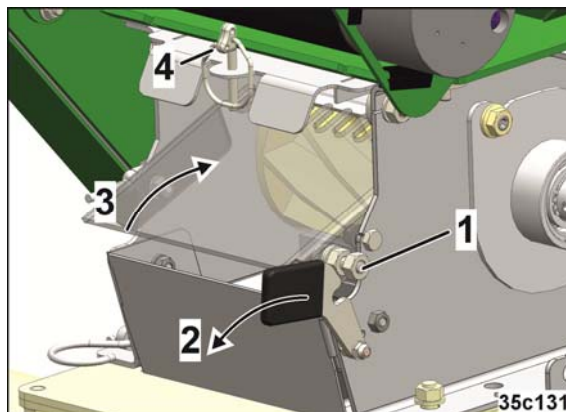
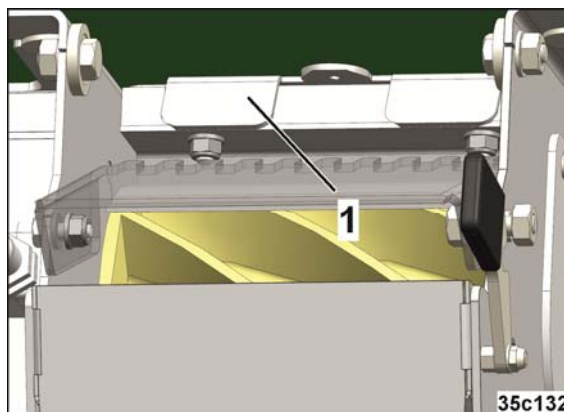

Fig. 46
Fig. 47
1. Desserrer l'écrou (Fig. 46/1) et ouvrir la fixation (Fig. 46/2).
2. Pivoter le regard vers l'intérieur (Fig. 46/3).
3. Enlever la goupille (Fig. 46/4).
4. Pousser le clapet (Fig. 47/1) jusqu'en butée dans le doseur.
9. Ouvrir les trappes (Fig. 47/1) et les bloquer (goupille d'arrêt Fig. 46/4).